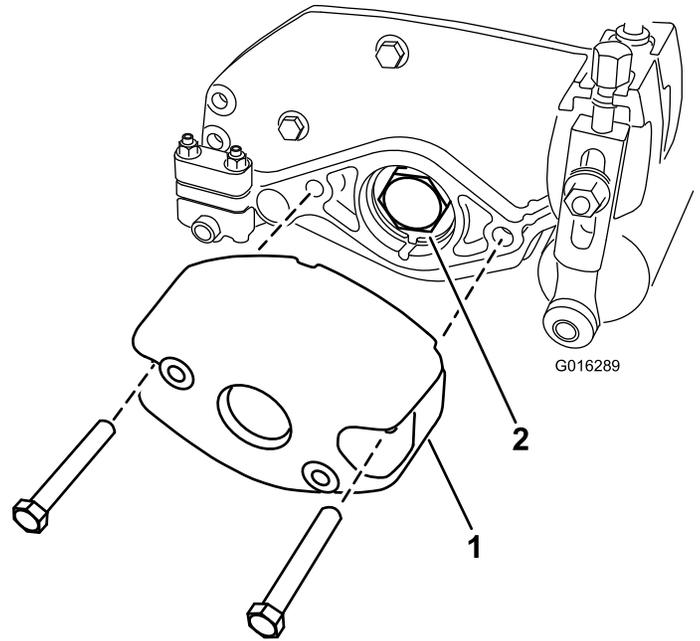

Figura 2
5. Remova os 2 parafusos e porcas que fixam o contrapeso à extremidade direita da unidade de corte. Retire o contrapeso (**Figura 2**).
6. Desmonte a porca do rolamento do eixo do rolo (**Figura 2**).